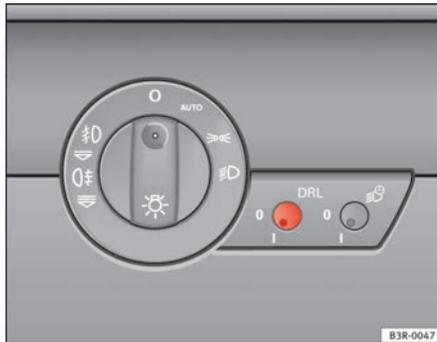

Abb. 88 Schalter für Tagfahrlicht
- Tippen Sie den Knopf ⇒ Abb. 88 an, um ihn aus seiner Einstellposition auszurasen.